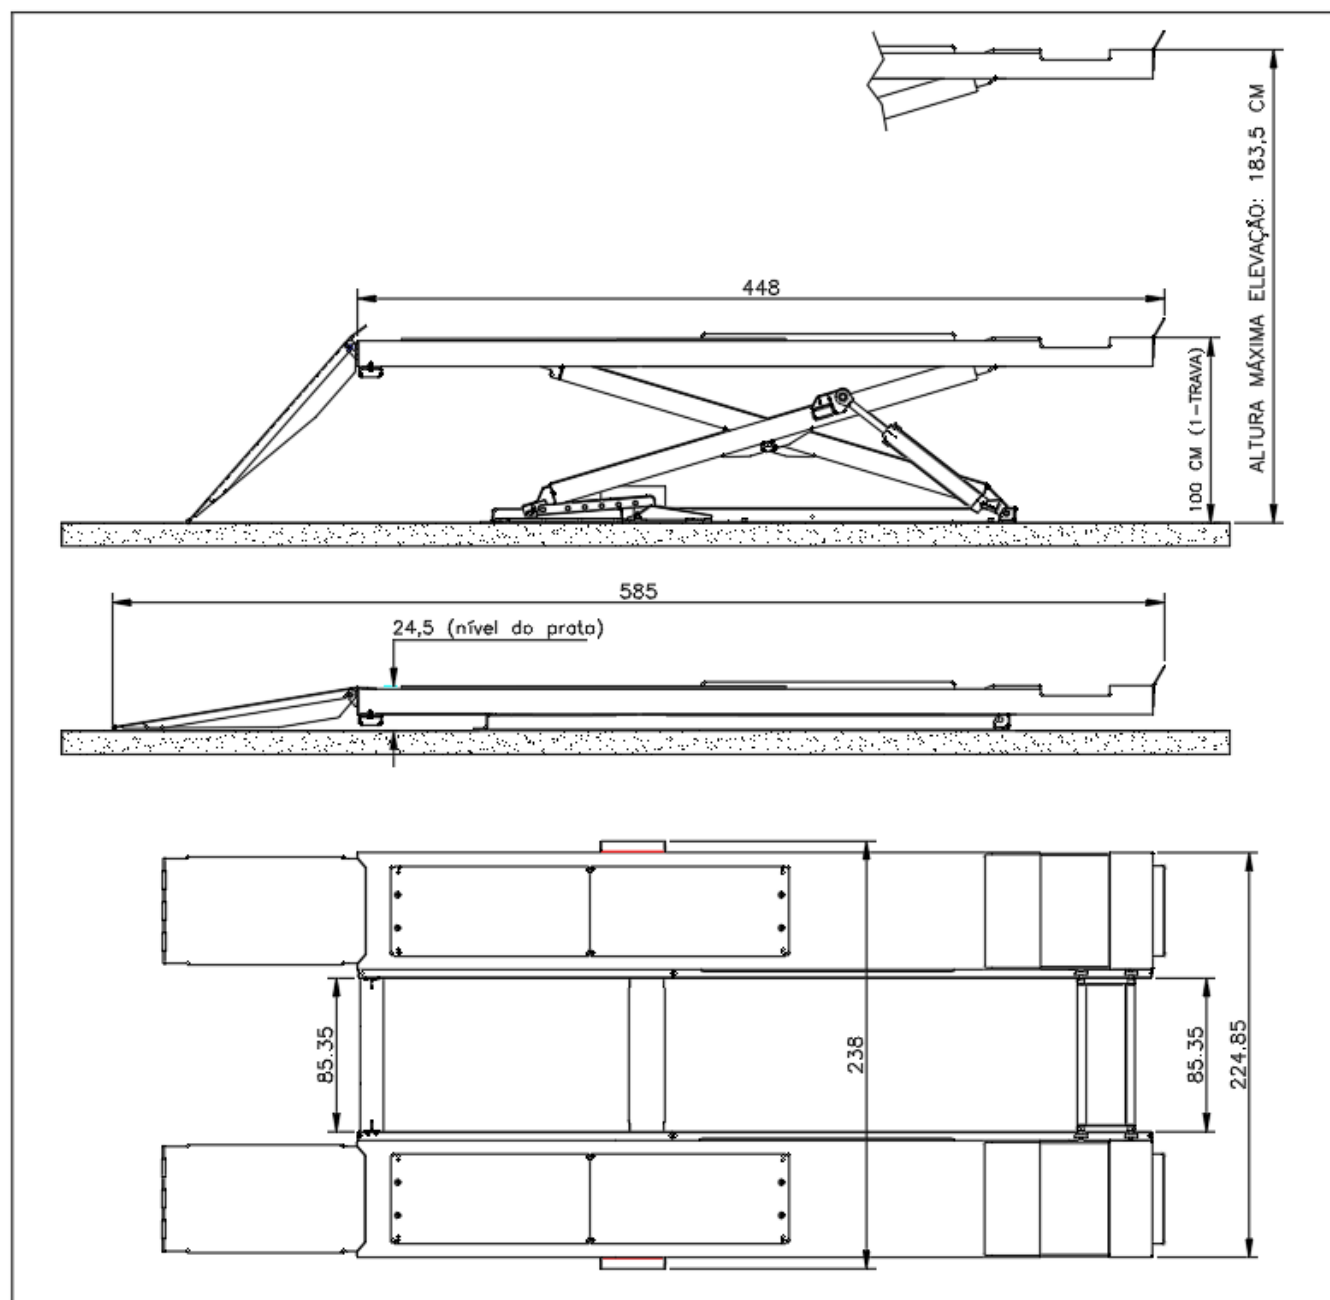

Figura 1: Dimensões da rampa
2. Corte e remova as cintas plásticas em torno dos conjuntos principais e posicione as bases dos conjuntos principais esquerdo e direito faceando a linha "3" no local previamente marcado na baía. Ver figura 1 para identificar os conjuntos principais;